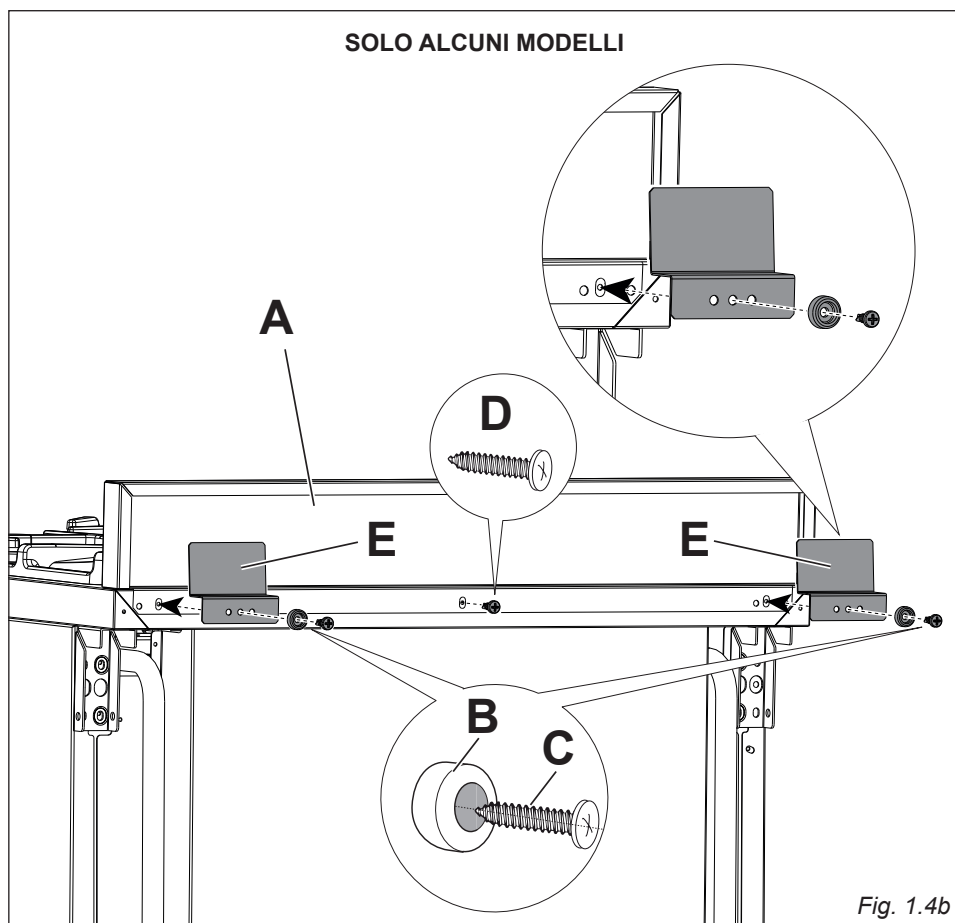

Fig. 1.4b
Prima di installare la cucina montare l'alzatina "A" (fig. 1.4b).
- Togliere i distanziatori "B" (fig. 1.4b) dal lato posteriore del piano di lavoro svitando la vite di fissaggio "C".
- interporre le squadrette di rinforzo "E" e rimontare i distanziatori "B" fissandoli con le viti "C" (fig. 1.4b).